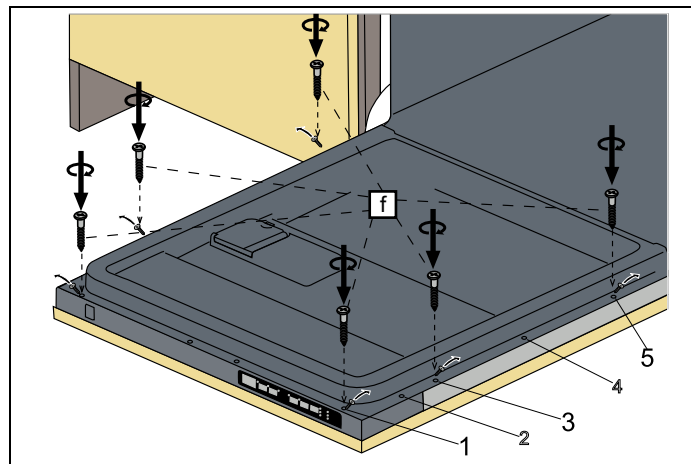

Fig. 27
- 6) Los tornillos situados en la puerta de madera se ajustan al lavavajillas en las descargas situadas en la lámina exterior de la puerta y se montan como se muestra en Fig. 27 .
- 7) Como se muestra en Fig. 27 , se instalan los tornillos  $\varnothing 5/32'' \times 53/32''$  ( $\varnothing 4 \text{ mm} \times 42,5 \text{ mm}$ ) en las posiciones I, III y V.